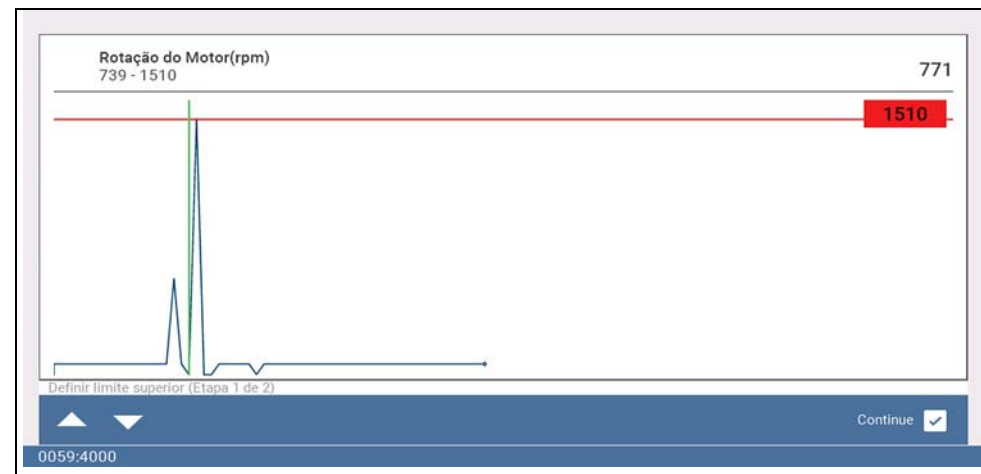

Figura 4-25
É exibido um gráfico do PID selecionado e os ícones de configuração (Figura 4-25).
Primeiro deve ser definido o ponto do acionador superior. Uma linha horizontal vermelha é exibida no gráfico de dados (Figura 4-25), representando o ponto do acionador superior.
- Use os ícones de seta da barra de ferramentas inferior (Figura 4-25), ou os botões de seta para cima ▲ e para baixo ▼ para alterar a posição do ponto do acionador superior.